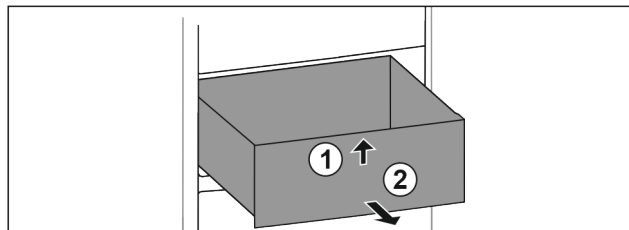

Fig. 81
- ▶ Nadzvedněte zásuvku vpředu. Fig. 81 (1)
- ▶ Vyjměte zásuvku dopředu. Fig. 81 (2)